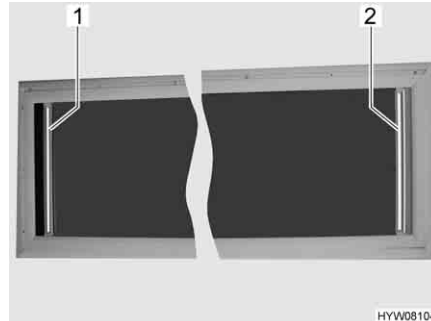

Fig. 108 Finestra apribile sul tetto
- Afferrare la tendina oscurante pieghevole (Fig. 108,2) per la parte centrale della barra di presa, estrarla e rilasciarla nella posizione desiderata. La tendina oscurante pieghevole rimane in questa posizione.
- Afferrare la tendina oscurante pieghevole (Fig. 108,2) per la parte centrale della barra di presa e spingerla lentamente nella posizione iniziale.
- Afferrare la protezione contro gli insetti (Fig. 108,1) per la parte centrale della barra di presa, estrarla e rilasciarla nella posizione desiderata. La protezione contro gli insetti rimane in questa posizione.